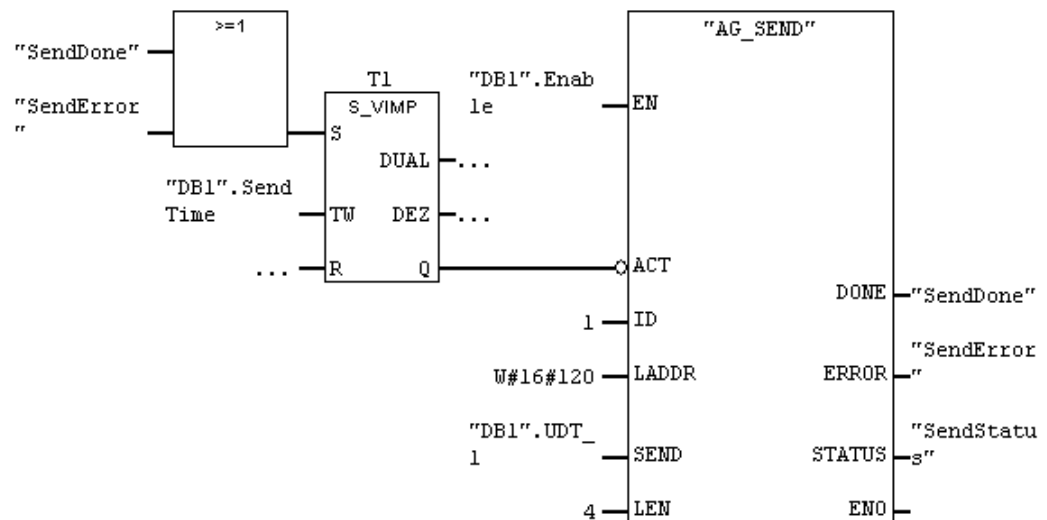

Bild 24: Die Konfiguration für „AG_SEND“ (FC 5)
- Verbinden und Konfigurieren Sie die Funktionsbausteine wie in Bild 24.